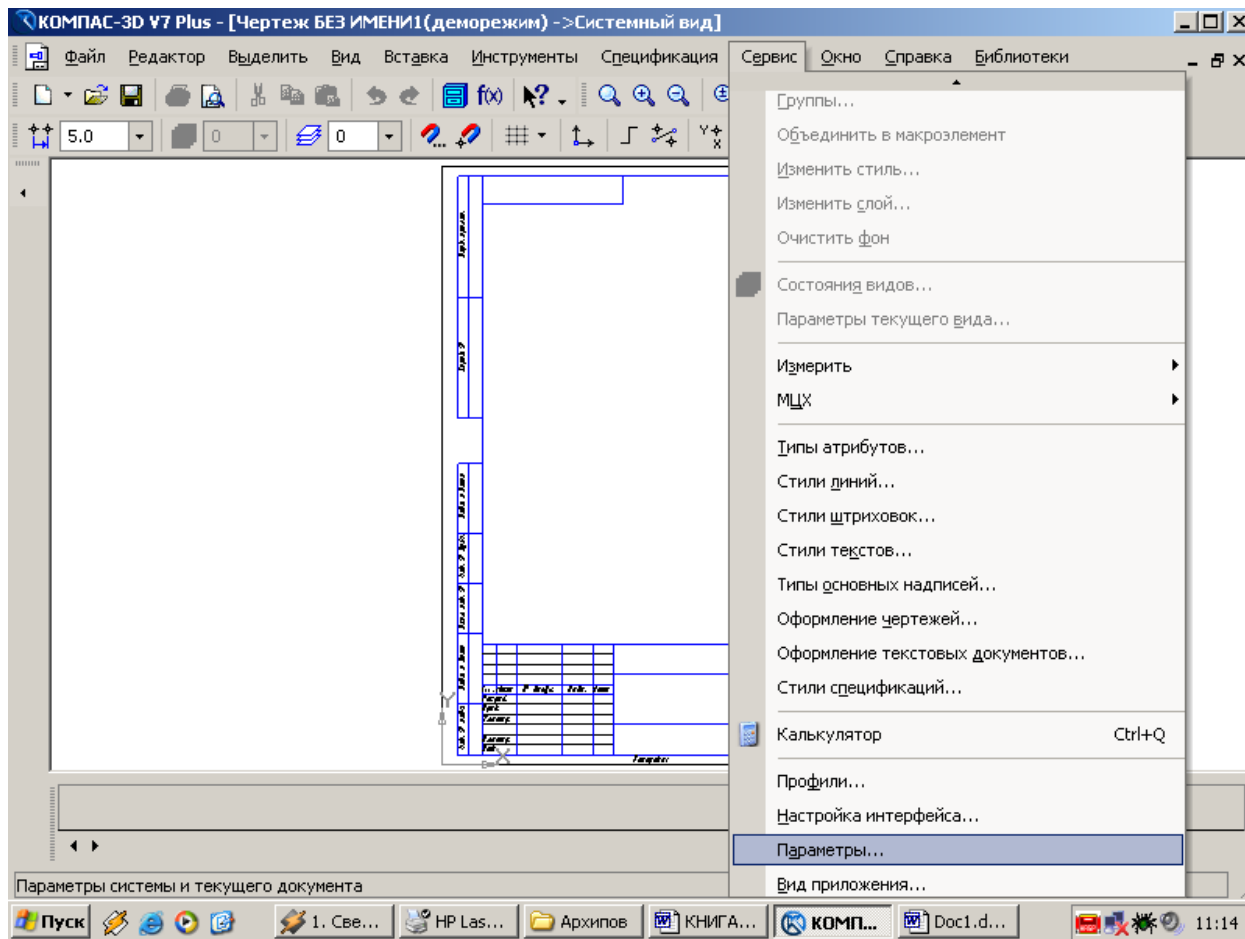

Рис.8 Выбор формата
1. Вызвать команды **Сервис – Параметры...- Текущий чертеж - Параметры листа – Формат** (рис.8 и 9).
С помощью окна, изображенного на рис.8, выбирается необходимый формат и его ориентация.